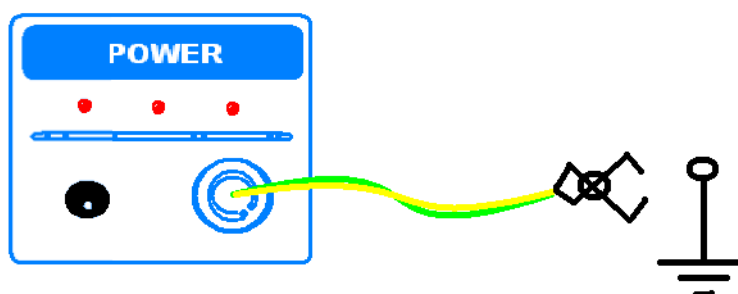

Figura 1.3 Conexão de aterramento para medições em campo
- **No campo** – Conecte o fio de aterramento fornecido com o LCM500 ao sistema de aterramento da subestação (Figura 1.3).